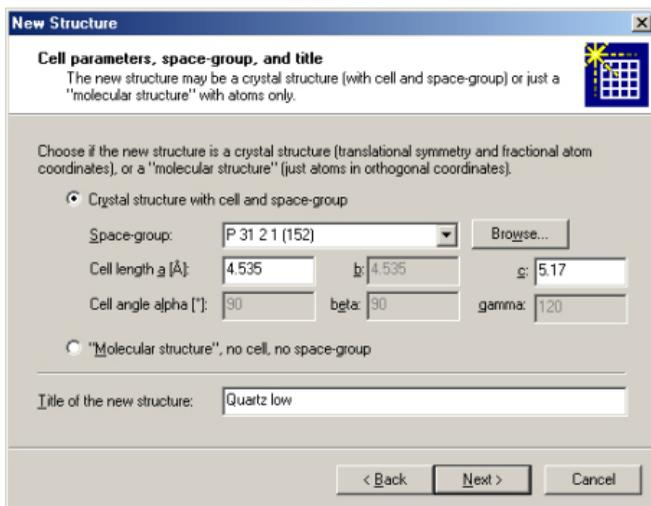

Рис. 8. Пространственная группа, параметры элементарной ячейки и название структуры
Создайте новый документ DIAMOND, выбрав команду "New" из меню "File" (или нажав соответствующую кнопку на панели инструментов ). Мы будем использовать данные для кварца (SiO_2). Выберите "New Structure..." ("Новая структура...") из меню "Structure" ("Структура"), это запустит помощника, который запросит необходимые данные (пространственную группу, параметры ячейки или атомные параметры). Нажмите "Next", чтобы перейти ко второй странице (рис. 8), в которой начнем ввод данных.
В качестве данных кристаллической структуры вы можете ввести пространственную группу и параметры элементарной ячейки. Убедитесь, что выбрано "Crystal structure with cell and space group", нажмите на кнопку "Browse" ("Обзор") справа от "Space-group" ("Пространственной группы"). В открывшемся диалоговом окне выберите "P 31 2 1 (152)" и нажмите кнопку "OK". После этого введите параметры элементарной ячейки $a = 4.535 \text{ \AA}$ и $c = 5.17 \text{ \AA}$. Измените "Title of the new structure" ("Название новой структуры") в нижней части страницы, на "Quartz low", так как данные соответствуют низкотемпературной модификации кварца. Ваше окно должно быть похоже на рис. 8.